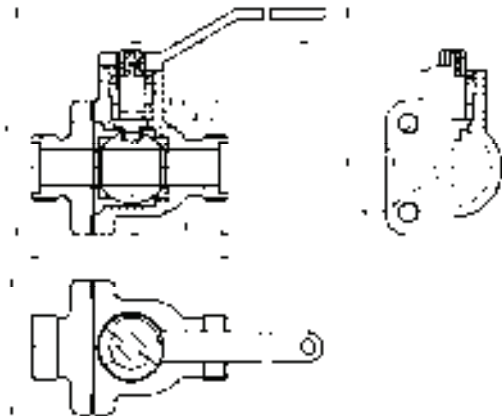

图9-29 标注尺寸后的装配图
(1) 标注尺寸 在装配图中, 不需要将每个零件的尺寸全部标注出来, 需要标注的尺寸有规格尺寸、装配尺寸、外形尺寸、安装尺寸以及其他重要尺寸。在本例中, 只需要标注一些装配尺寸, 而且其都为线性标注, 比较简单, 前面也有相应的介绍, 这里就不再赘述, 图9-29所示为标注后的装配图。